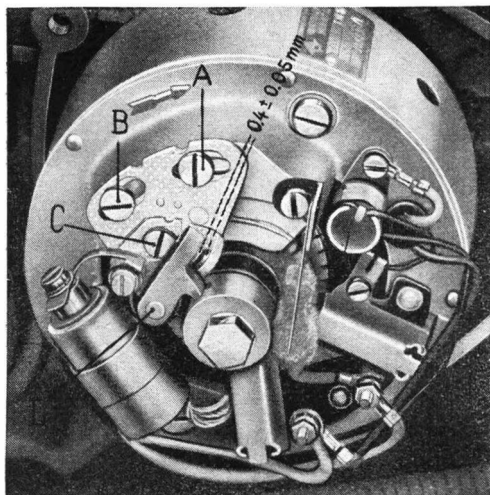

Bild 18. Unterbrecher nachstellen
Der Kontaktabstand soll an höchster Nockenstelle 0,4 mm betragen. Kleinerer oder größerer Abstand der Kontakte ergibt schlechtes Anspringen, unregelmäßigen Lauf, verminderte Leistung mit erhöhtem Verbrauch. Das Nachstellen des Kontaktabstandes erfolgt bei abgenommenem Unterbrecherdeckel (siehe Bild 18) nach Lockern der Klemmschraube (C) durch Schwenken der kleineren Unterbrechergrundplatte um den Lagerbolzen (D). Die Schlitzschrauben (A u. B) dürfen dabei keinesfalls gelockert werden.